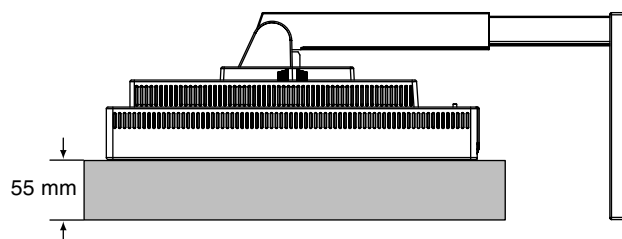

Abbildung S.1
3. Legen Sie den Monitor mit der Vorderseite nach unten auf eine weiche Oberfläche. (Der Bildschirm sollte auf eine um 55 mm (2,2 Zoll) erhöhte Fläche gelegt werden, damit der Fuß bündig mit der Oberfläche des Tisches abschließt). (**Abbildung S.1**)